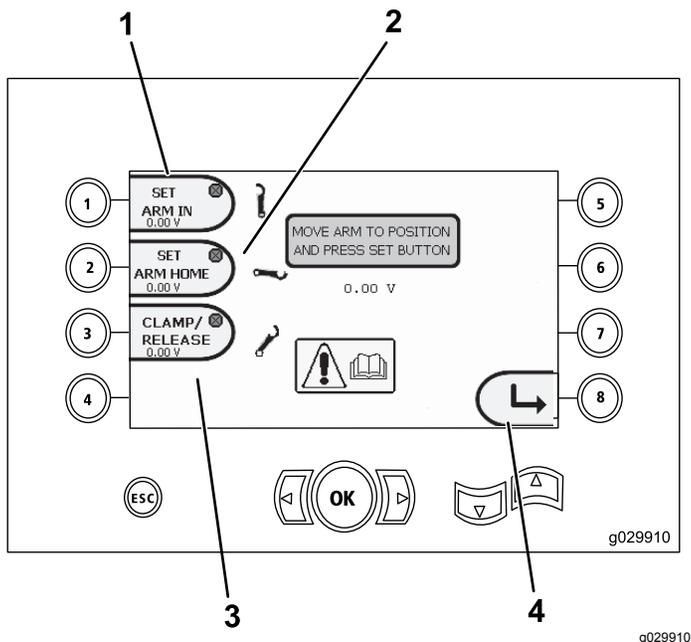

Рисунок 19
- Кнопка 1 – установка рычага в положение «Внутри» (Рисунок 19)
- Кнопка 2 – установка рычага в положение «Исходное» (Home) (Рисунок 19)
- (Только в версиях программного обеспечения К и выше) Кнопка 3 – «Зажим/отпускание» (Рисунок 19)